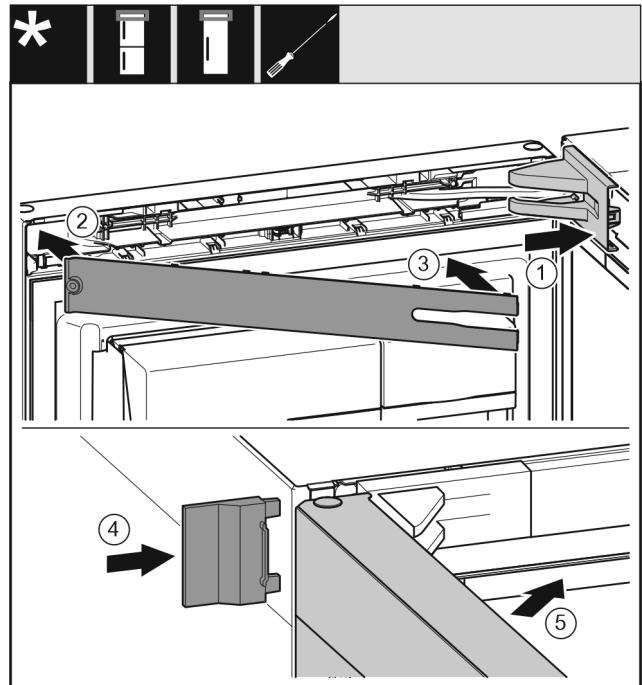

Fig. 49
- ▶ Lagerbockabdeckung aufsetzen und einrasten, ggf. vorsichtig auseinanderdrücken. Fig. 49 (1)
- ▶ Blende aufsetzen. Fig. 49 (2)
- ▶ Blende einschwenken und einrasten. Fig. 49 (3)
- ▶ Äußere Abdeckung aufschieben. Fig. 49 (4)
- ▶ Obere Tür schließen. Fig. 49 (5)